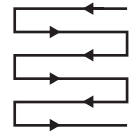

Fig. 18
5. Cortar em ligeiras filas sobrepostas. O padrão mais eficaz para cortar relva é a linha reta ao longo de um dos lados. Isto manterá as fileiras planas e assegura que todo o relvado é cortado sem faltar nenhum ponto (Fig. 18).
8. Esvazie regularmente o coletor de relva (8).